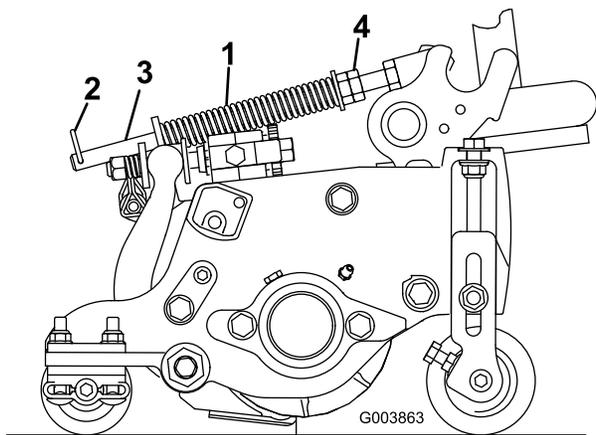

図 15
ターフ補正スプリング 図 15 は、前ローラから後ローラへと、カッティングユニットの体重移動を行います。これにより、マーセリングやボビングと呼ばれる「波打ったような」仕上がりを防いでいます。
1. スプリングロッドの後穴にヘアピンコッターを忘れずに取り付けてください 図 15。
リールマスター5510の7インチカッティングユニットでは 15.9 cm 図 15。